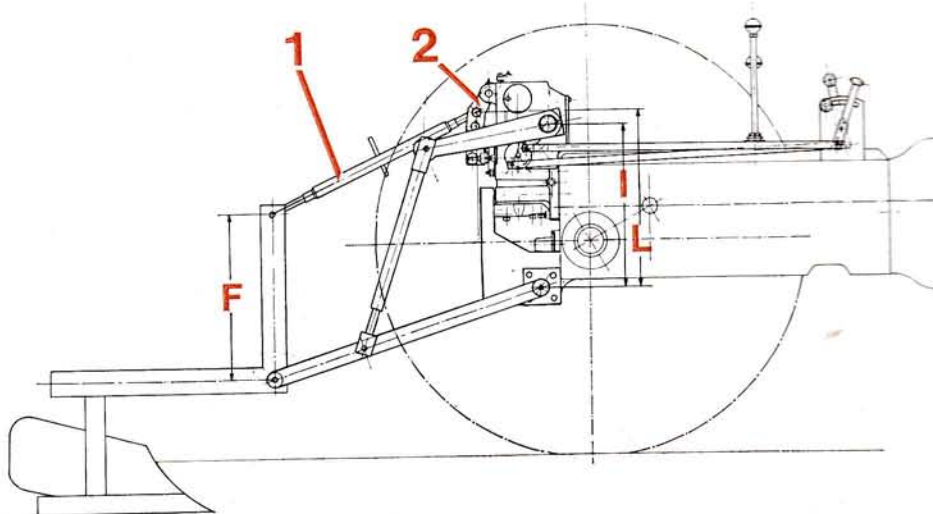

Fig. 31
Le bras de poussée (1) fig. 31 est broché dans le support mobile (2) :